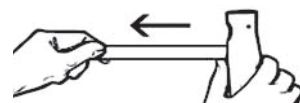

図1 離脱コントローラーの白色のタブ
- (1) 本品を包装から取り出す。
- (2) 本品の側面から白色のタブを取り除く。(図1) 白色のタブを廃棄し、本品を無菌野に置く。